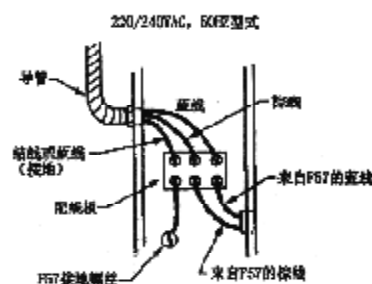

图24 F57典型的配线接线图
- 如示意图24，将蓝色及棕色电线接附至电线配置板上，必须相同颜色对相同颜色地配线。